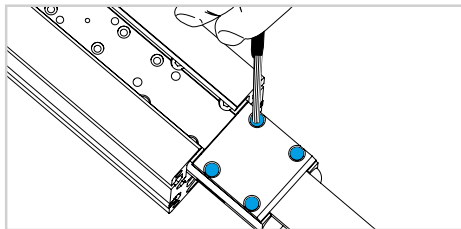

图 13
- 13) 将内侧滑架移动到型材末端, 卸下传动带紧固螺丝, 然后卸下传动带 (图 13)。
- 16) 将内侧滑架移动到型材末端, 卸下传动带紧固螺丝 (图 13)。